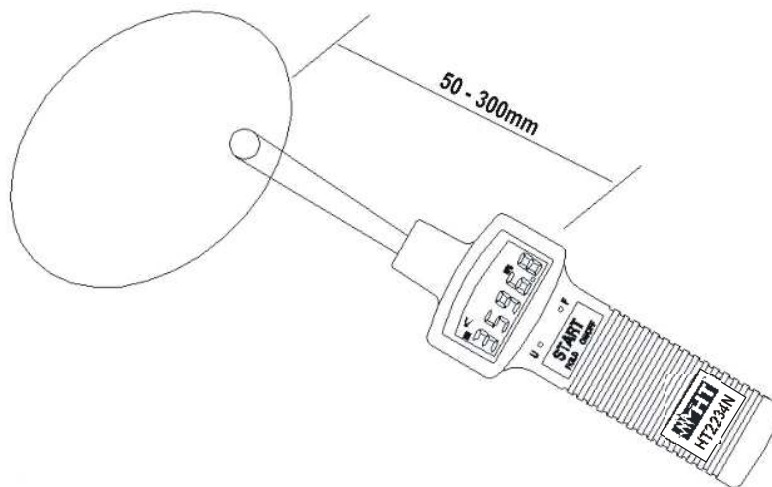

Abb. 2: Berührungslose Geschwindigkeitsmessung (RPM)
6. Richten Sie das Drehzahlmessgerät auf das zu testende Objekt (s. Abb. 2):